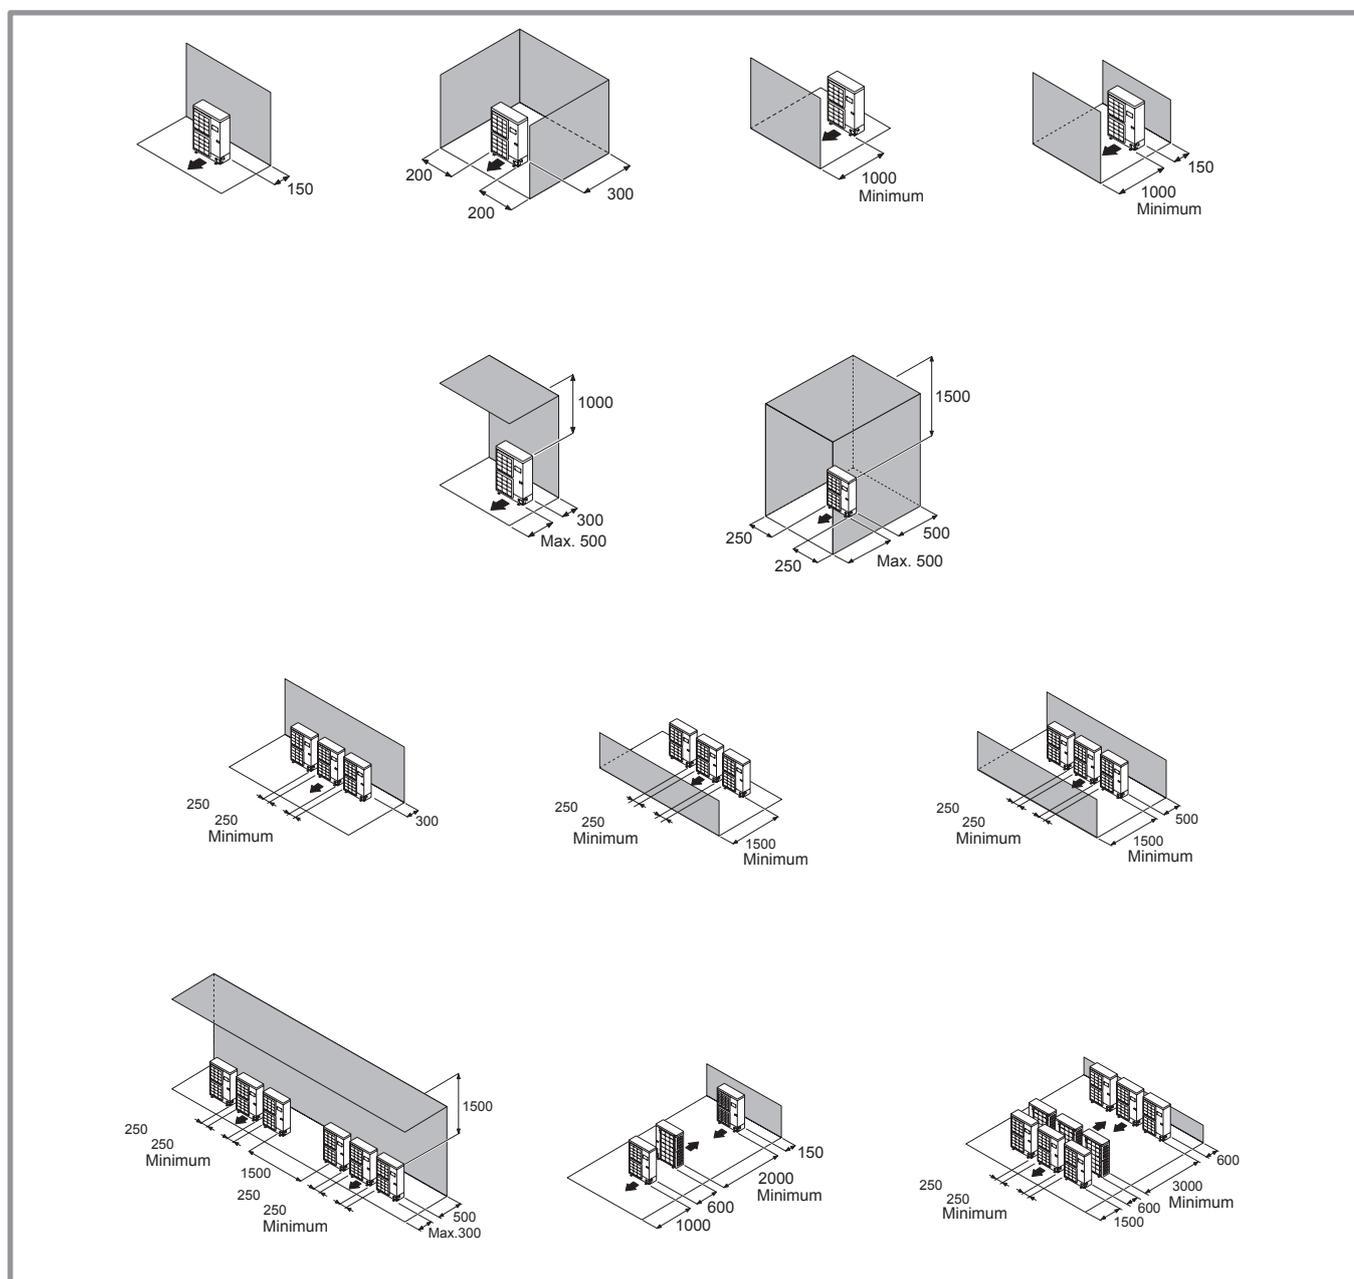

Abbildung 13 - Installationsmindestfreiräume um die Außeneinheit
- ☞ Die Außeneinheit darf nur im Freien installiert werden. Wenn ein Unterstand erforderlich ist, muss er große Öffnungen auf allen 4 Seiten besitzen und die Installationsfreiräume gestatten (Abbildung 13).
- Die Luftzirkulation durch den Verdampfer und am Ventilatorausgang darf durch nichts behindert werden (Abbildung 13).